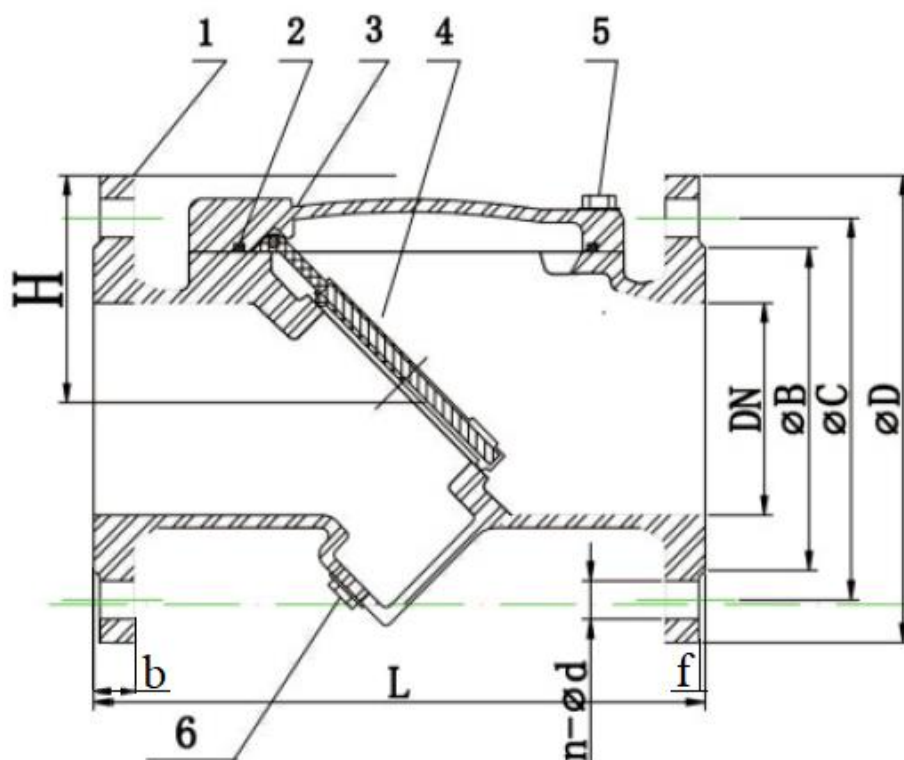

Рисунок 1. Конструкция клапана
1.2.8. Основные размеры и массогабаритные характеристики приведены на рис. 1, в табл. 2. Допустимое отклонение от указанной массы – 5%.
1.3.1. Основные элементы конструкции клапана приведены в табл. 1 и на рис. 1.
1.3.2. Под действием прямого потока рабочей среды диск 4 перемещается по оси вращения и открывает клапан. При отсутствии прямого потока рабочей среды, под действием собственного веса, диск 4 перекрывает обратный поток среды (рис. 1).